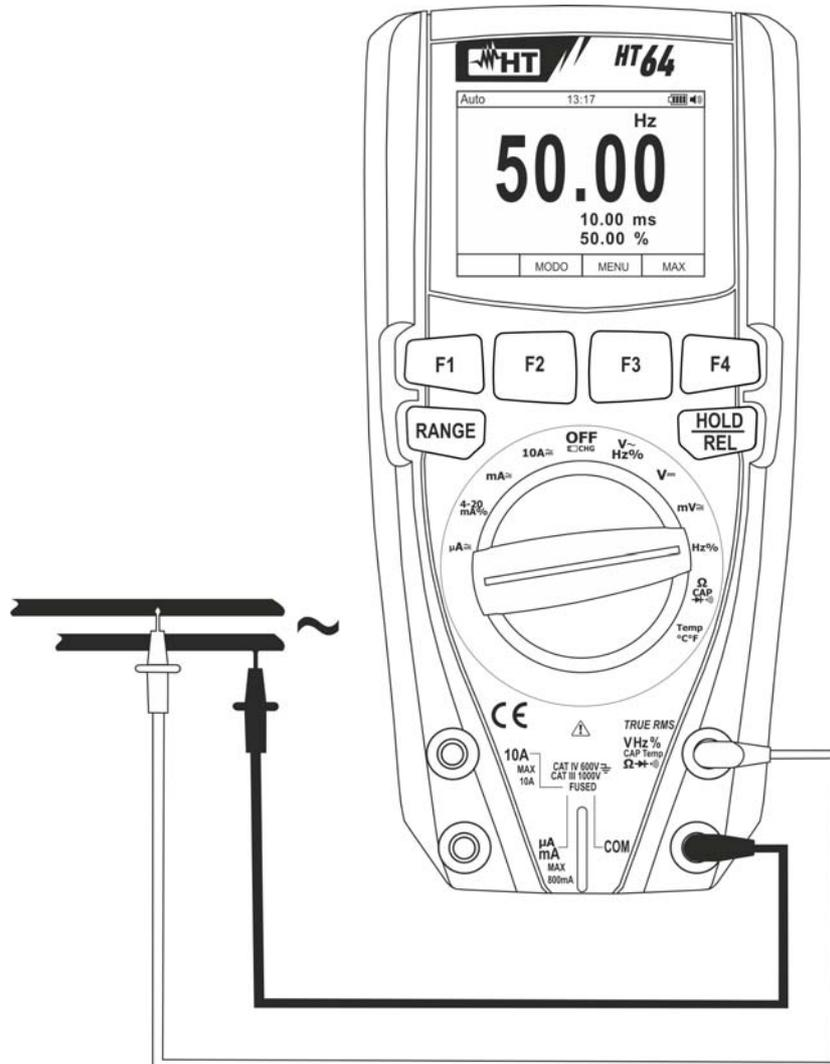

Fig. 24: Uso del instrumento para medida de Frecuencia y Ciclo de trabajo
4. Posicione la punta roja y la punta negra respectivamente en los puntos del circuito en examen (vea Fig. 24). El valor de la frecuencia (Hz) o ciclo de trabajo (%) se muestra en el visualizador. La barra gráfica no está activa en estas funciones